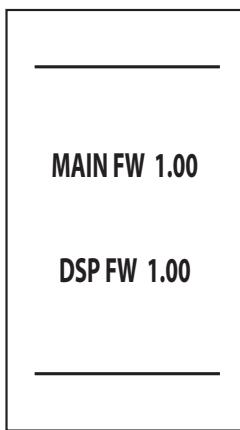

fig. 7- Encendido / Versión del software
- En los primeros 5 segundos, en la pantalla se visualiza la versión del software de la tarjeta y de la pantalla (fig. 7).